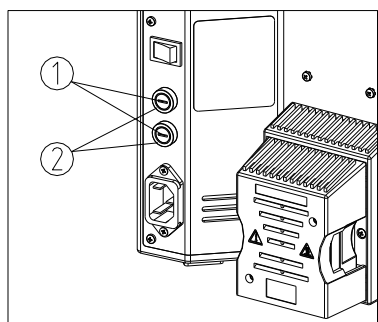

图 41
更换保险丝前，必须将主电源开关置于“0”（OFF）处，然后拔掉主电源线。用一字型的螺丝刀将保险丝组①从保险丝座②上旋出来，换上新的保险丝后，再旋进保险丝座。（如图 41）